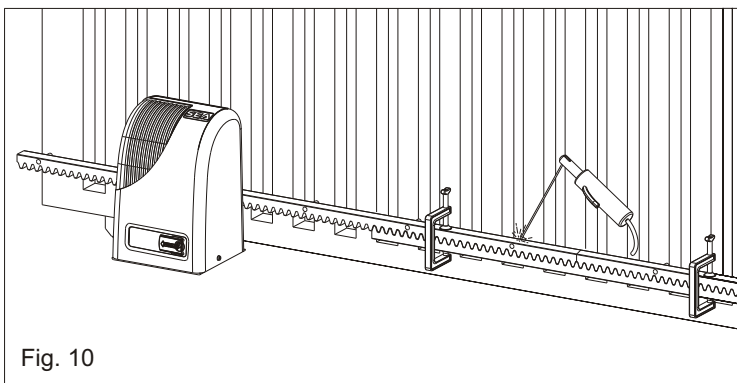

Fig. 10
5.5. controlar que todos los elementos de la cremallera resulten perfectamente alineados y posicionados correctamente (dentados en fase). Se aconseja contraponer entre dos elementos sucesivos un tercer elemento como se indica en la Fig. 10.